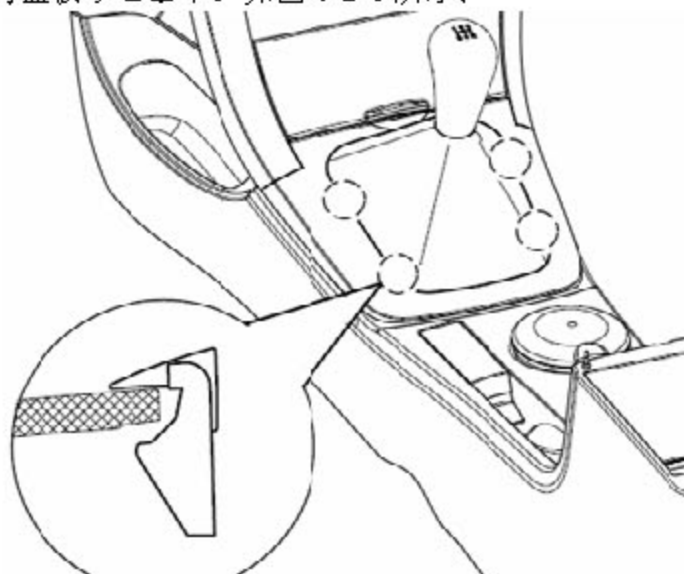

图 6-2-2 换挡操纵机构盖板组件和防尘罩
3).对于使用手动挡的车辆,将盖板组件从副仪表板上拆下后,还需将防尘罩从盖板上拆下,最后再小心拿下换挡操纵机构盖板。图 6-2-2 为换挡操纵机构盖板组件与防尘罩的四处配合结构。如图 6-2-2 所示;